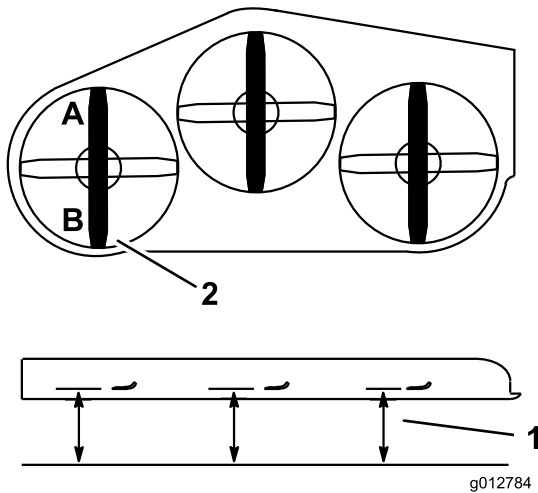

Figura 84
2. Mida la cuchilla izquierda en la posición **A** desde una superficie nivelada hasta el filo de corte de la punta de la cuchilla, y anote esta medida (Figura 84).
3. Mida la cuchilla izquierda en la posición **B** desde una superficie nivelada hasta el filo de corte de la punta de la cuchilla, y anote esta medida (Figura 84).
4. La cuchilla del cortacésped debe estar entre 6 a 10 mm (1/4 a 3/8 pulgadas) más baja en la posición **A** que en la posición **B** (Figura 84). Si la distancia no es correcta, continúe con los pasos siguientes.